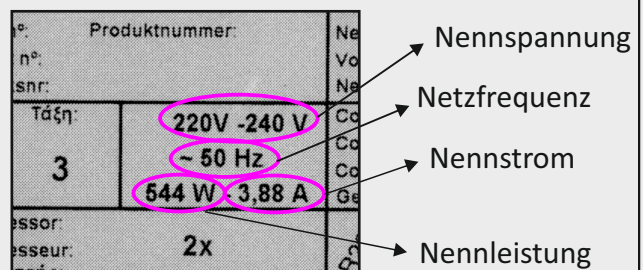

Abbildung 1
- Prüfen Sie vor dem ersten Einschalten des Geräts die Übereinstimmung der Anschlüsse (Spannung und Frequenz) auf dem Typenschild mit denjenigen des örtlichen Stromnetzes. (Siehe Beispiel in Abb. 1)